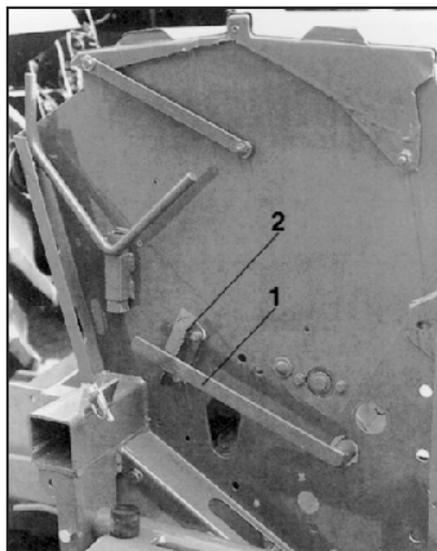

Рис. 129
- 1) Перевести переводной рычаг языков высевających аппаратов (рис. 129/1) на листе с пазами (рис. 129/2) в позицию "1".